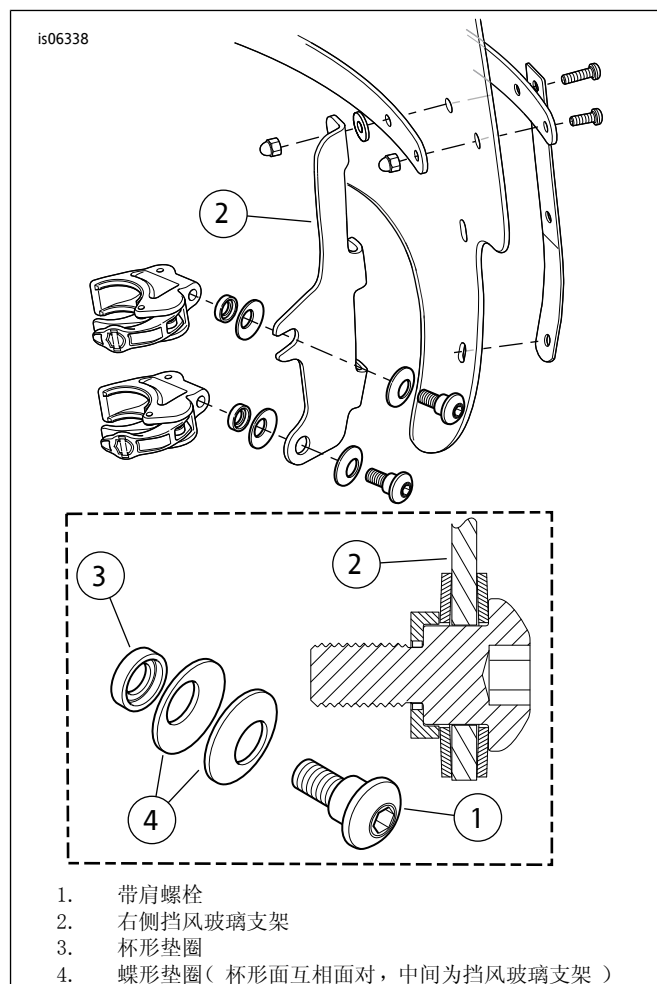

图1。挡风玻璃安装夹具（图示为右侧）
3. 按照图1中所示顺序将夹具组件松松地组装至挡风玻璃安装架。